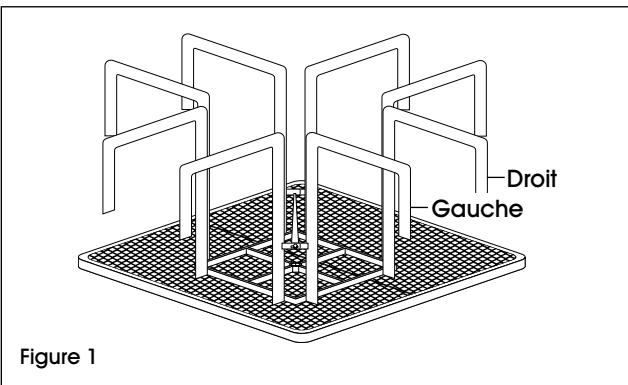

Figure 1
2. Placez le dessus de table à l'envers. Prenez une patte à la fois et fixez lâchement l'extrémité de la patte au dessus de table à l'aide d'un boulon, de deux rondelles et d'un écrou. Les renforts de patte sont une structure de fixation intérieure. Les pattes sont étiquetées gauche et droite. Faites correspondre les pattes avec les repères des côtés gauche et droit en dessous de la table. (Voir Figure 1)